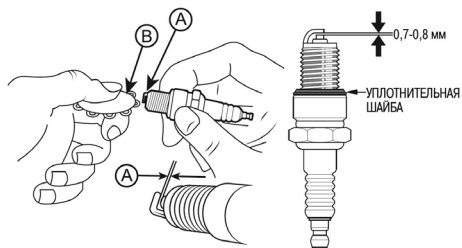

Рис. 21 Обслуживание свечи зажигания
- Измерьте зазор А между электродами свечи зажигания специальным щупом В. Зазор должен быть 0,7-0,8 мм (Рис. 21). При увеличении или уменьшении требуемого зазора, рекомендуется заменить свечу, так как регулировка зазора может привести к изменению качества искрообразования.